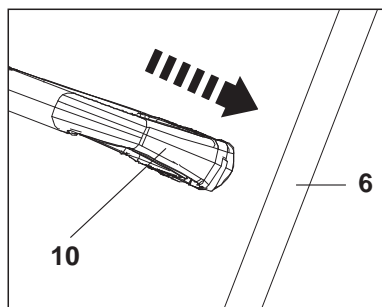

Fig. 3
2. Placez la poignée auxiliaire [10] sur l'arbre supérieur. Réglez-la jusqu'à ce qu'elle soit positionnée sur le dessus de l'arbre supérieur (Fig. 3).